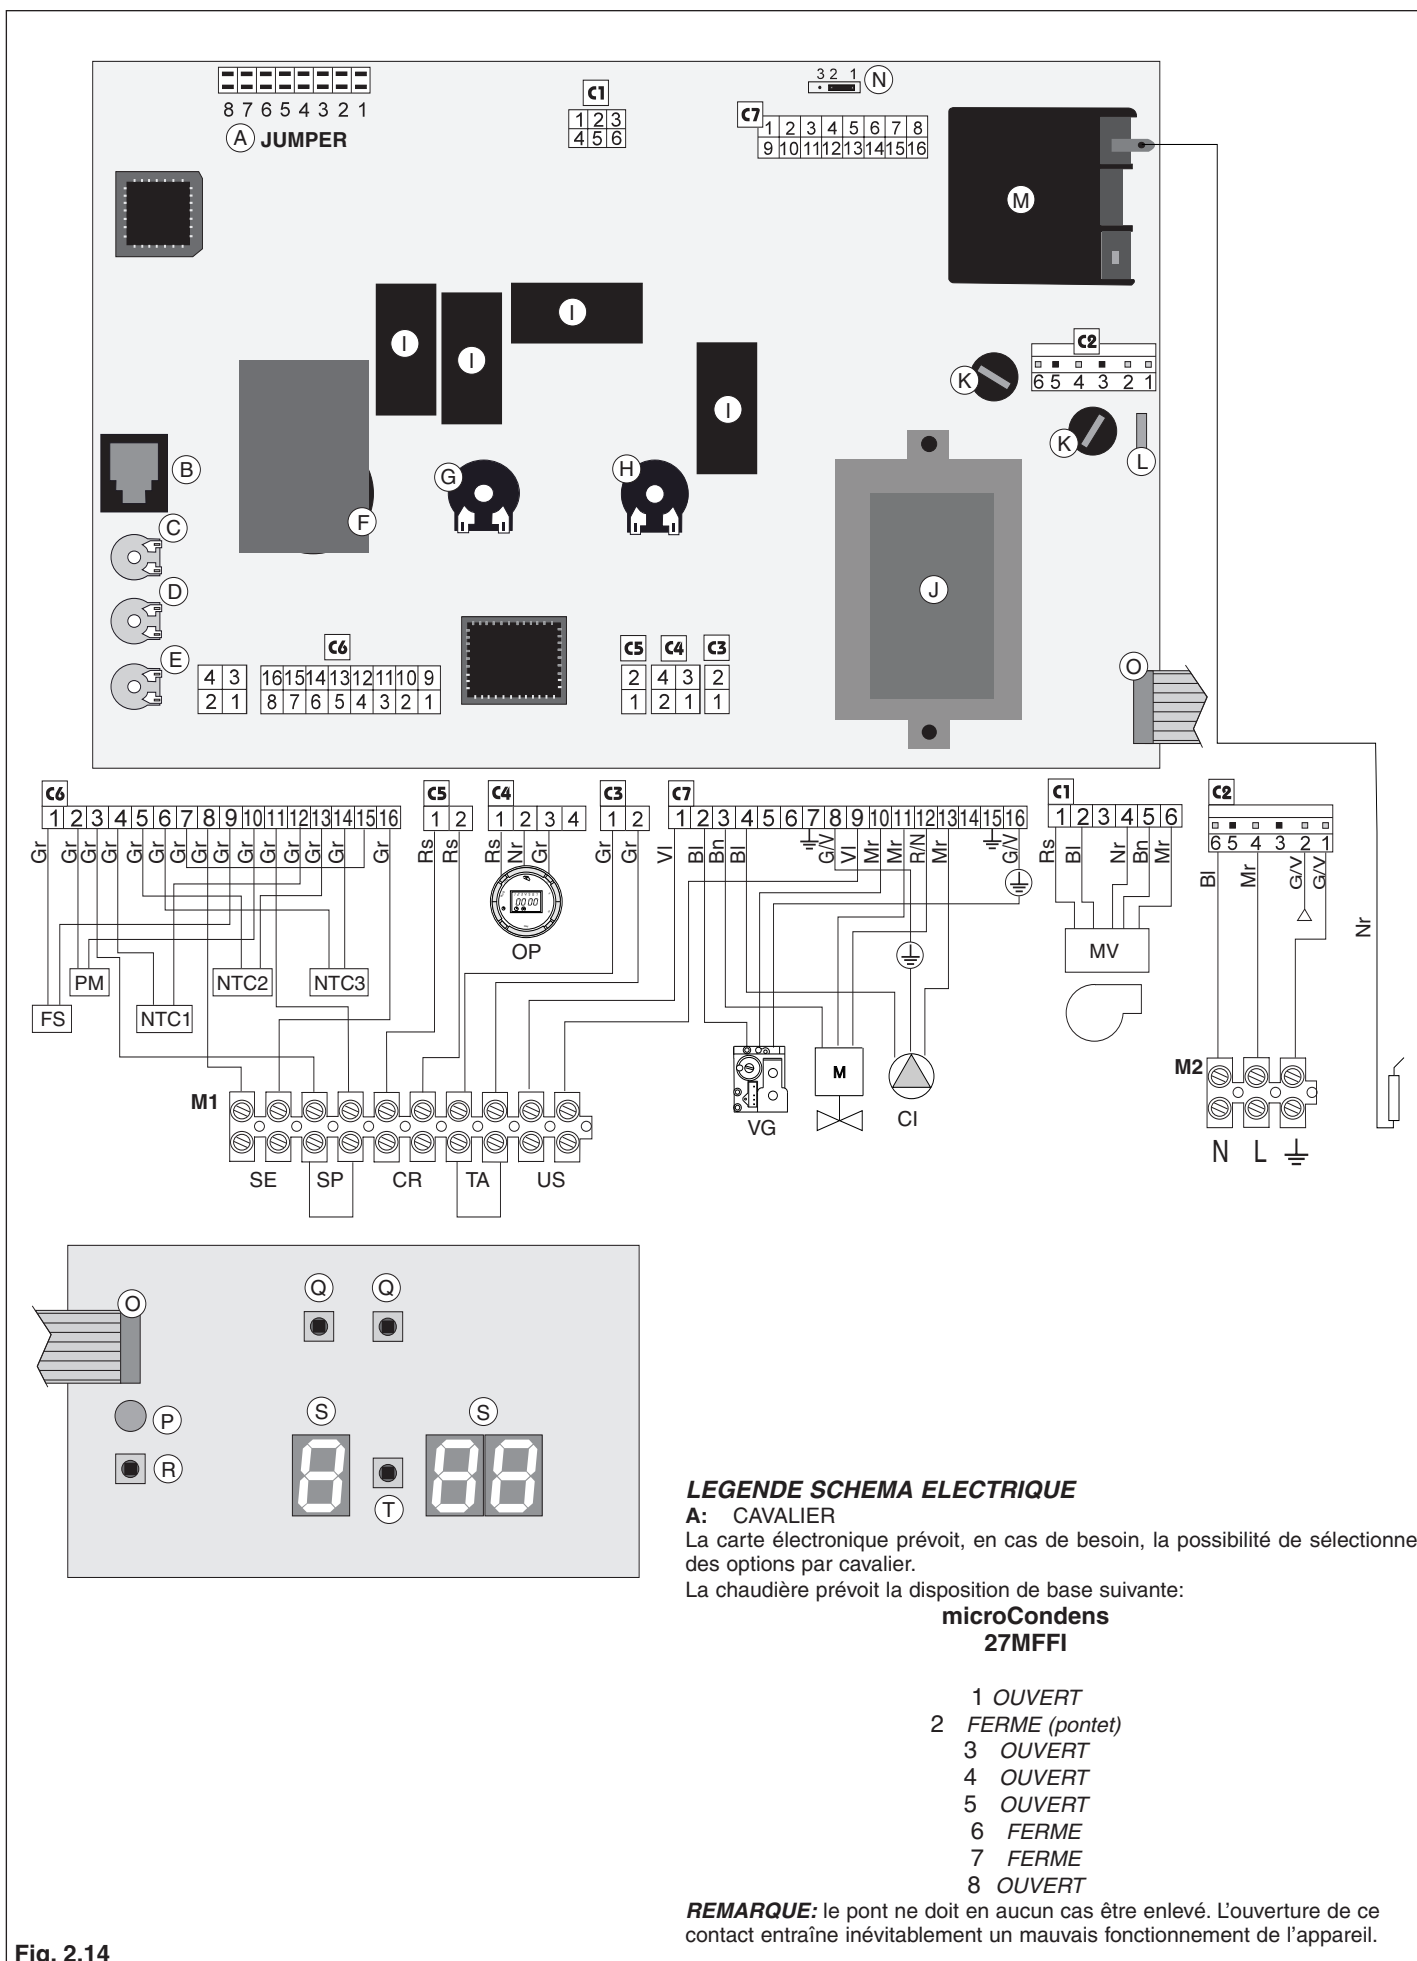

Fig. 2.14
1. Ouvrez le portillon d'assistance situé au dos du tableau de bord (voir Fig. 2.14).